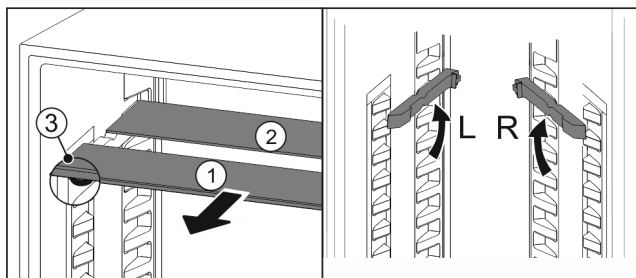

Fig. 99
- Издърпайте Fig. 99 (1) поотделно стъклените плочи напред.
- ▷ Стъклената плоча Fig. 99 (1) с декоративната лайстна е отпред.
- ▷ Ограничителите Fig. 99 (3) сочат надолу.